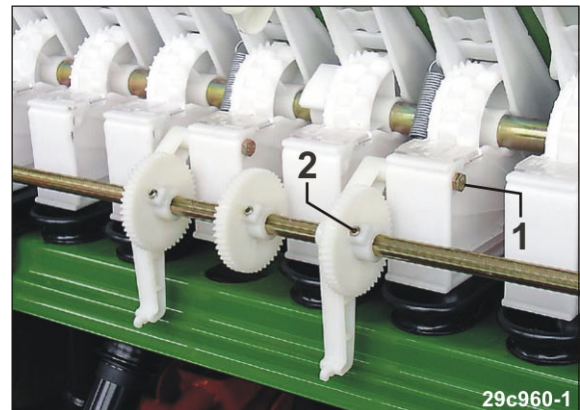

Fig. 127
6. Schrauben (Fig. 127/1) entfernen.
7. Schrauben (Fig. 127/2) lösen.